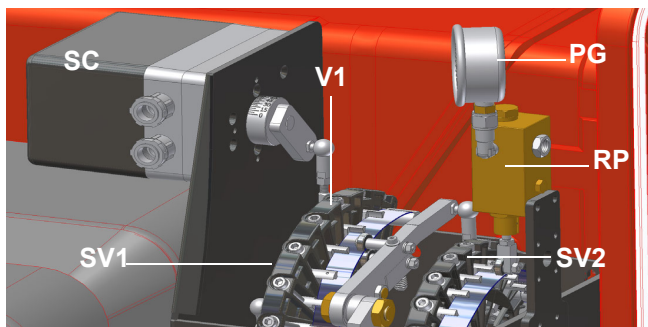

Fig. 2
1. Colocar el VD en el VB, fig. 2+3.